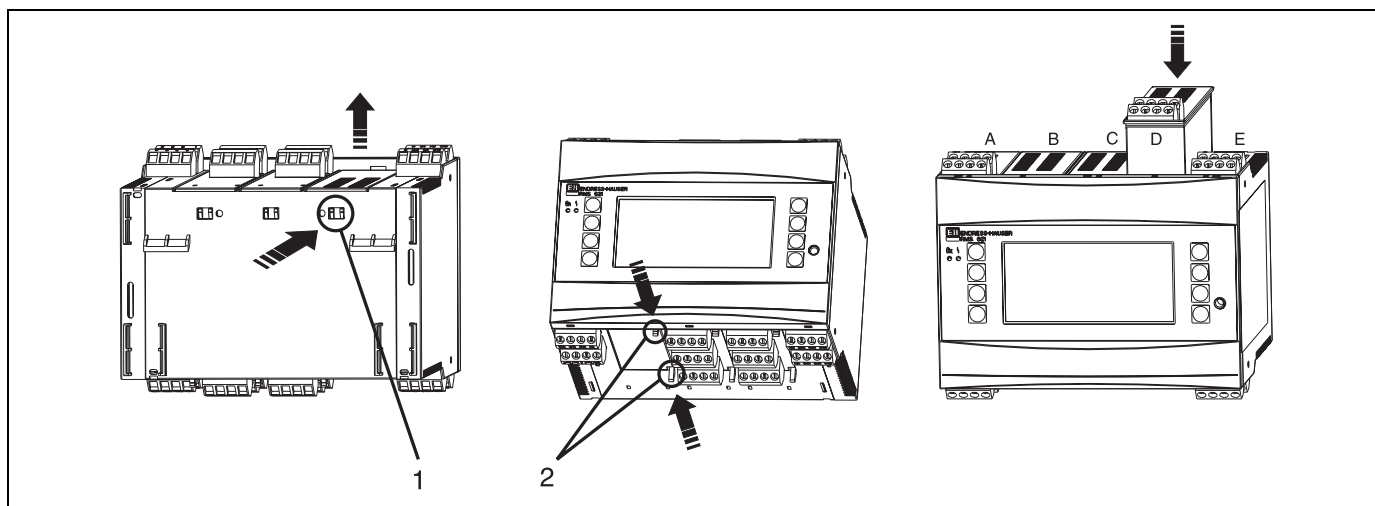

Abb. 5: Inbouw van een uitbreidingskaart (voorbeeld)
U kunt het instrument met verschillende uitbreidingskaarten uitrusten. Hiervoor staan maximaal drie steekplaatsen in het instrument ter beschikking. De steekplaatsen voor de uitbreidingskaarten zijn op het instrument met B, C en D (→ Fig. 5) gemarkeerd.
2. Verwijder de blindplaat uit de betreffende steekplaats (B, C of D) van het basisinstrument, door de borglippen aan de onderzijde van de Energiemanager samen te drukken (z. Fig. 5, pos. 2), en tegelijkertijd de borglip op de achterzijde van de behuizing (bijv. met een schroevendraaier) naar binnen te drukken (z. Fig. 5, pos. 1) en de blindafdekking naar boven toe uit het basisinstrument te trekken.
3. Plaats de uitbreidingskaart van boven af in het basisinstrument. Pas wanneer de borglippen aan de onder- en de achterzijde van het instrument borgen (z. Fig. 5, pos. 1 en 2), is de uitbreidingskaart correct ingebouwd. Let erop, dat de ingangsklemmen van de uitbreidingskaart boven liggen en dat de aansluitklemmen net zoals bij het basisapparaat naar voren wijzen.